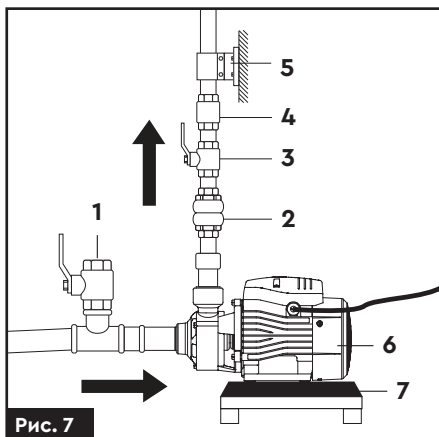

Рис. 7
4. Для полегшення проведення робіт по технічному обслуговуванню насоса, рекомендується на напірному трубопроводі встановити кульовий кран (3) (рис. 7), а також зворотний клапан (4) (рис. 7) між краном і напірним патрубком насоса.
5. При стаціонарному використанні насоса, рекомендується закріпити його на опорній поверхні з використанням гумових прокладок (7) (рис. 7) або інших антивібраційних матеріалів.
6. Для зниження вібраційного шуму, з'єднання з жорсткими трубопроводами треба здійснювати за допомогою компенсаторів (2) (рис. 7) або гнучких труб.
7. Для зниження шуму рекомендується встановити на напірному трубопроводі опору (5) (рис. 7).